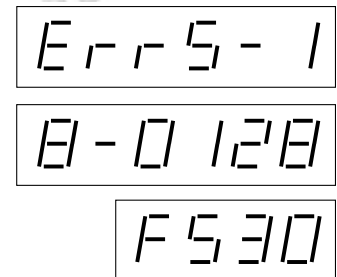

Рис. 27 Отображение истории ошибок
- в строке единичной цены отобразится код ошибки см. рис. 27.